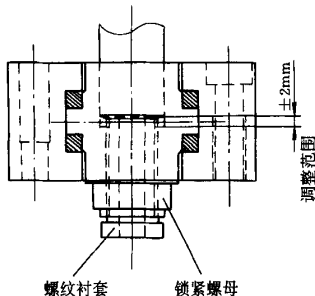

图 6
①滑座体为两侧分体式, 通过连接板 6 组合为合件。安装时可视需要卸下连接板, 以适当扩大行程范围。
②在导柱座下方增加螺纹衬套和锁紧螺母, 因此可使调整范围加大到 $\pm 2\text{mm}$ (详见图 6)。